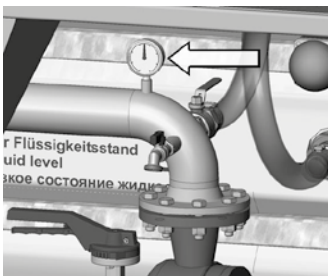

Abb. 26 Manometer am Pumpenausgang beobachten
2. Das Manometer am Pumpenausgang beobachten (Abb. 26). Es muss anzeigen, dass sich Druck aufbaut. Falls dies nicht geschieht: Motor sofort wieder abschalten, da die Pumpe durch Trockenlauf beschädigt werden könnte. Siehe für diesen Fall Abschnitt 4.7.4.